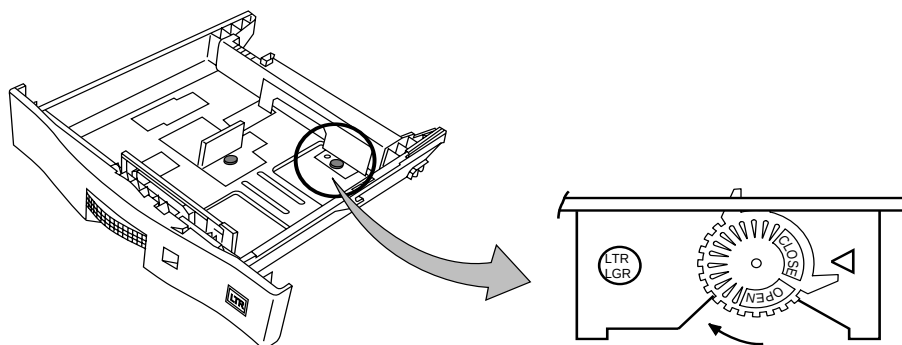

Figura 3-8 Fissaggio delle guide della carta
4. Girare in senso orario le rondelle di bloccaggio blu presenti su ciascuna guida della carta fino alla posizione CHIUSO (CLOSE), per fissare le guide. (Figura 3-8).